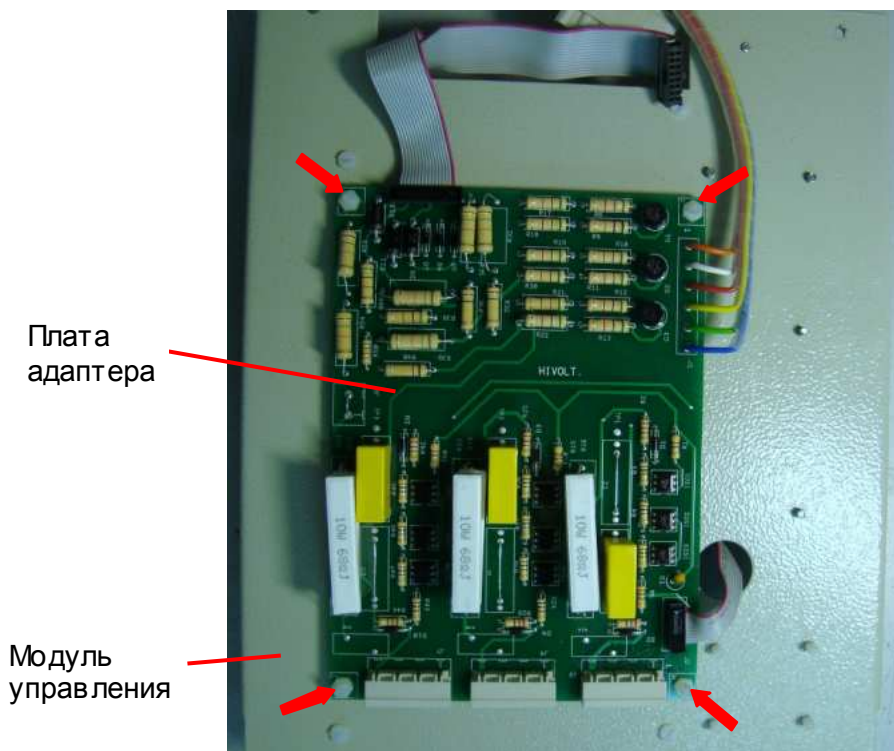

Рис. 7.23
7.9.3. Установить плату адаптера на модуль управления согласно рис. 7.23 и зафиксировать ее четырьмя пластмассовыми гайками (рис. 7.23, красные стрелки).